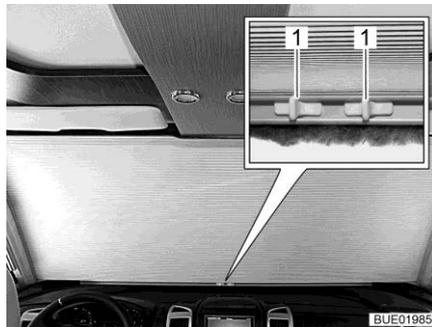

Fig. 103 Oscurecedor manual de la luna delantera, cerrado
- Comprimir los tiradores (Fig. 103,1).